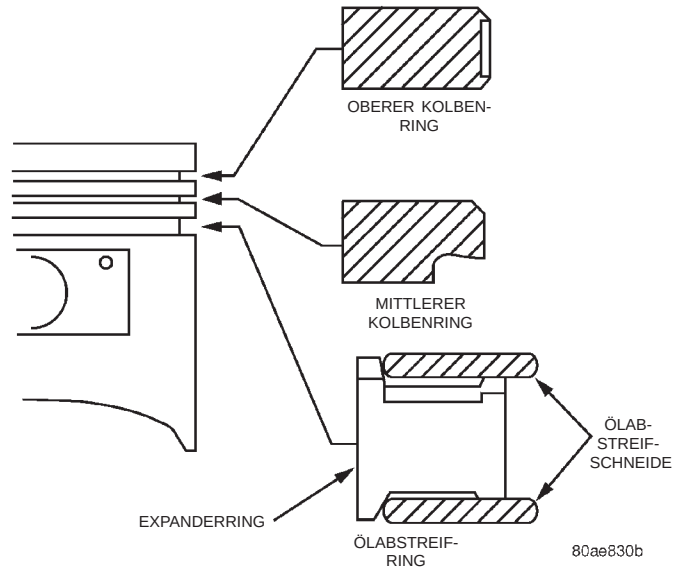

Abb. 94 Kolbenringe einbauen
(1) Oberer und mittlerer Kolbenring haben verschiedene Querschnitte. Die Herstellerkennzeichnung (Punkt) auf dem mittleren Ring muss nach oben zum Kolbenboden weisen (Abb. 94).